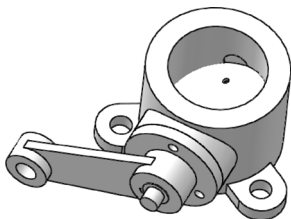

图 11-96 动画状态
**06** 修改视图位置。在 MotionManager 界面拖动时间轴到 4s 处，在视图图中将装配体旋转到图 11-96 所示的位置，在视向及相机视图栏与时间轴交点处单击鼠标右键，在弹出的快捷菜单中选择“放置键码”选项，如图 11-97 所示。同理，更改视图方向或者放大缩小视图，在其他时间点创建键码，MotionManager 界面如图 11-98 所示。